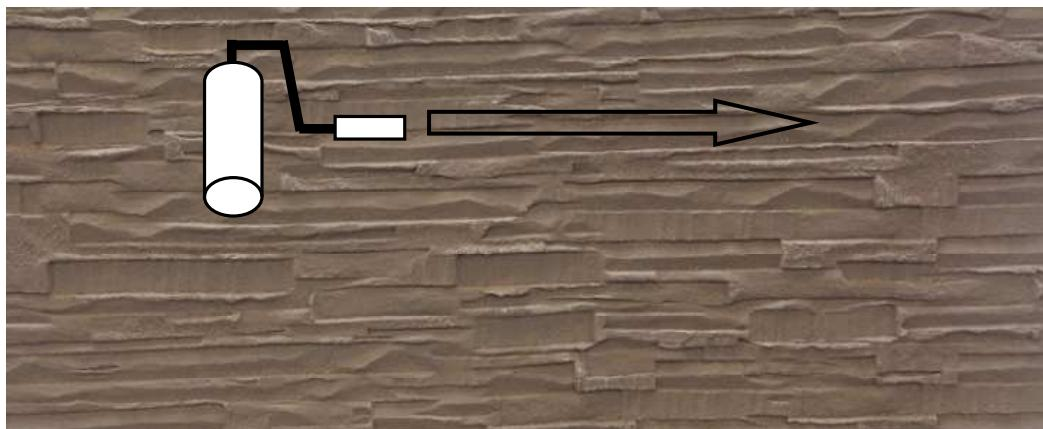

図3
- ・配り塗りしたJQ-500が乾燥しないうちに、JR-193を横方向に転がしパターン付けを行う(図3)。
- ・ローラーは、横方向に転がして意匠を付けてください。(図3) パターンが全体的につくよう何度もローラーを転がしてください。